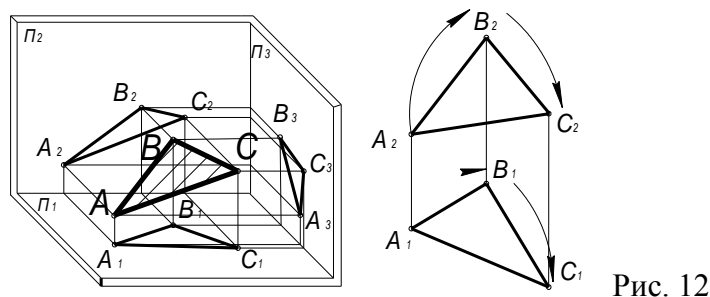
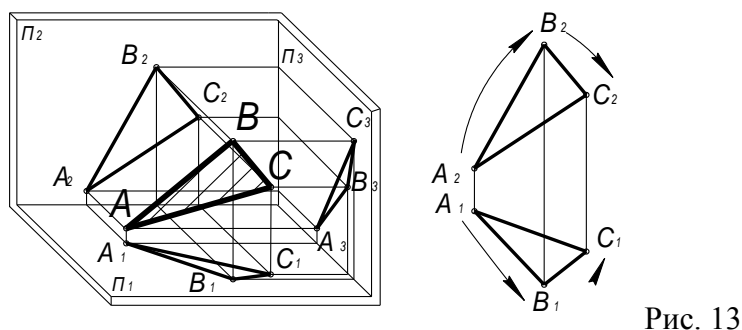

Рис. 12
Рис. 13
7. *Плоскость общего положения* – это плоскость, непараллельная и перпендикулярная ни к одной из плоскостей проекций (рис. 12). Такая плоскость задается на эюре проекциями определяющих ее в пространстве элементов. Плоскость, возвышающаяся по мере удаления от наблюдателя, называется *восходящей* (рис. 12). Плоскость, понижающаяся по мере удаления от наблюдателя, называется *нисходящей* (рис. 13). Сравним эпюры этих плоскостей. Замечаем: у входящей плоскости порядок обозначения вершин на обеих проекциях совпадает (на эпюре указан стрелкой), а у нисходящей – различный.